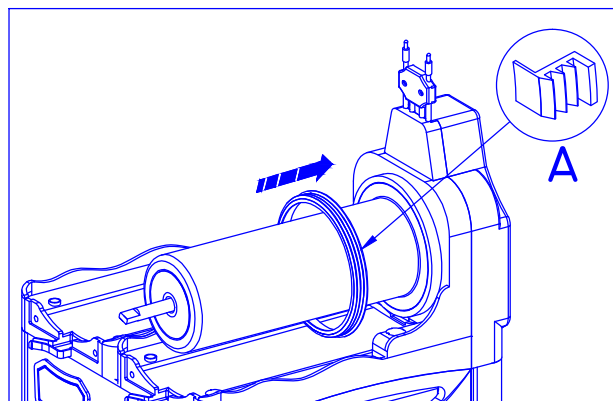

Fig.18
Positionnez la joint sur le fond du cylindre de l'évaporateur et lubrifiez la partie supérieure (A). (Fig. 18)